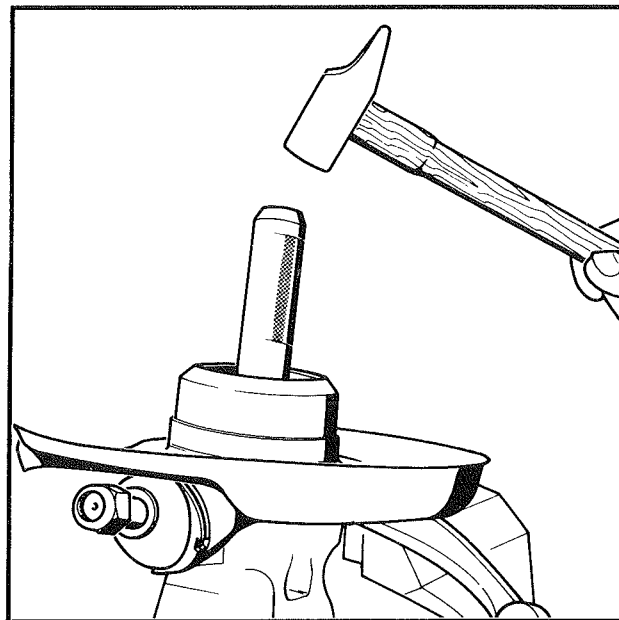

Fig. 6
- Placer l'outil 20 875 X muni de son manchon 15 522 C en appui sur la cage intérieure du roulement, chasser le roulement (Fig. 6).